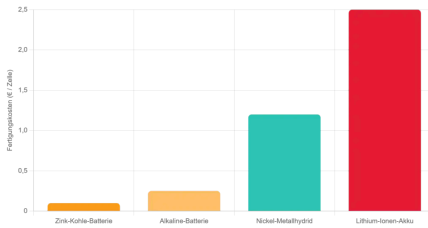
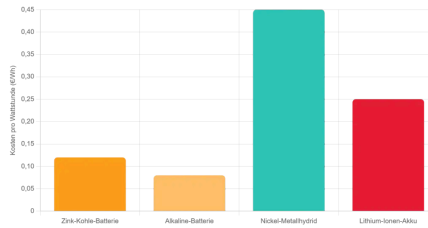

Abb. 8: Herstellungskosten pro Zelle im Vergleich. ⁵
Abb. 9: Kosten pro Wattstunde (Wh) im Vergleich. ⁵
- 6 **Nennen** Sie mögliche Gründe, für die Tatsache, dass weltweit weiterhin Zink-Kohle- und Alkaline-Batterien hergestellt und verkauft werden. **Nutzen** Sie hierfür die **Abb. 8**, **Abb. 9** und **Abb. 10** in **M3**.